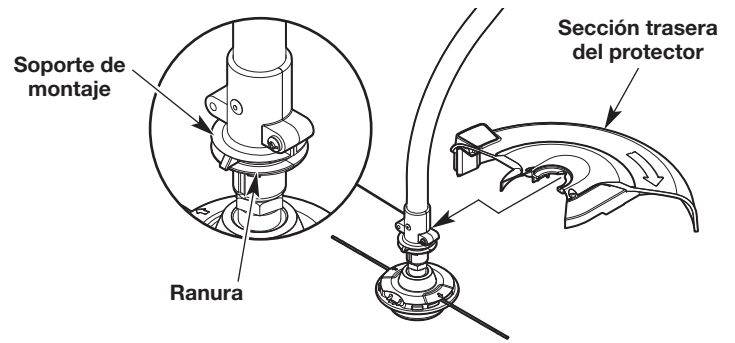

Fig. 1
1. Deslice la sección trasera del protector sobre el dorso del soporte de montaje (Fig. 1). La sección del protector debe calzar en la ranura (Fig. 1). Es posible que deba presionar firmemente.